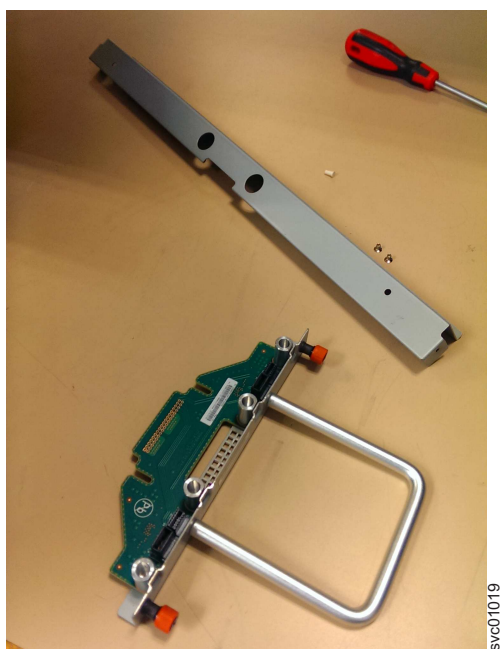

図 109. シャーシから取り外した FIB 部品
4. FIB (図 109 を参照) を安全な場所に置きます。